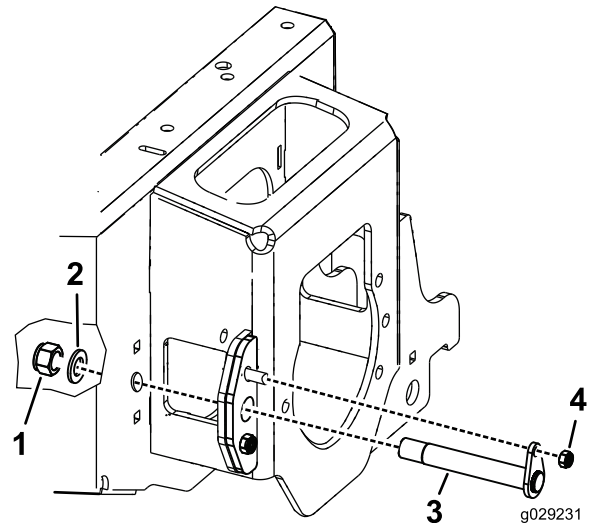

Bild 2
9. Stecken Sie den Armstift von der Außenseite der Maschine durch die Verschleißplatte und durch die Drehzapfenbüchse des Hubarms (**Bild 2**).
10. Befestigen Sie den Stift mit der M24-Mutter und einer Scheibe an der Innenseite des Chassis (**Bild 2**).